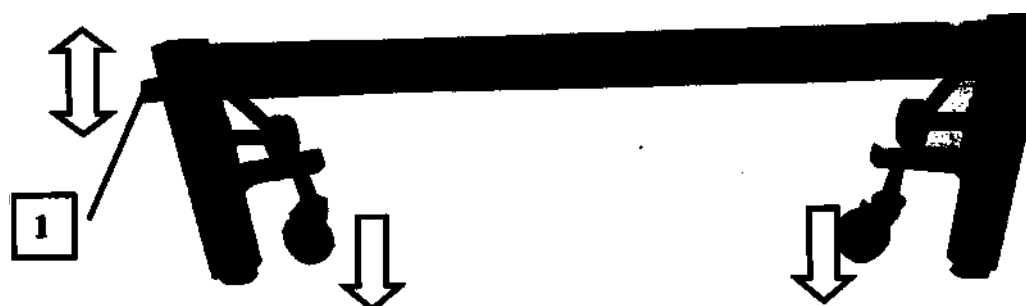

Рисунок 7 – Опускание (подъем) колесных пар для транспортирования стола
7.2.3 Для перемещения столов внутри помещения нижняя рама стола оснащена колесными парами размещенными в торцах стола. Перемещение колесных пар вниз в режим транспортировки осуществляется торцевыми кронштейнами сверху вниз, рисунок 7 поз.1.